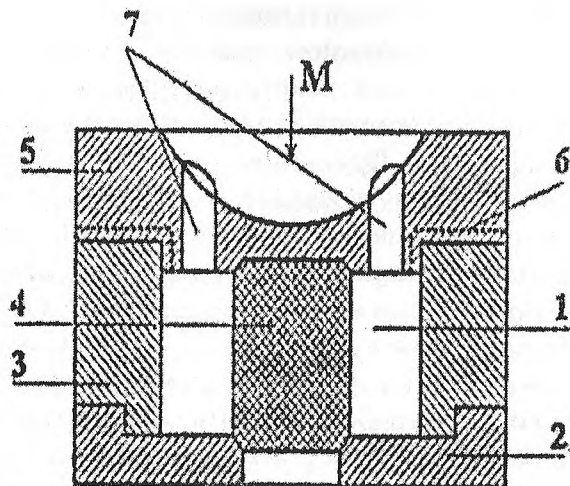

Рисунок 3.2– Эскиз разреза металлической формы – кокиля
- 4.2. Изучить технологический процесс получения отливок литьем в кокиль. Изучить конструкцию кокиля (рисунок 3.2), собрать литейную форму.